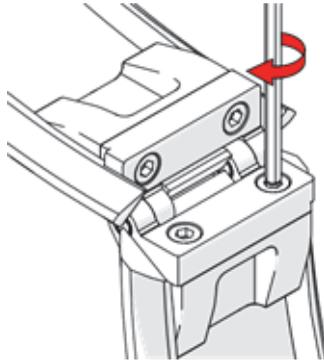

图1-15 固定螺钉
2. 使用5毫米六角螺丝刀拧紧两个六角螺钉，以固定两个半环（参见第35页的图1-15）。